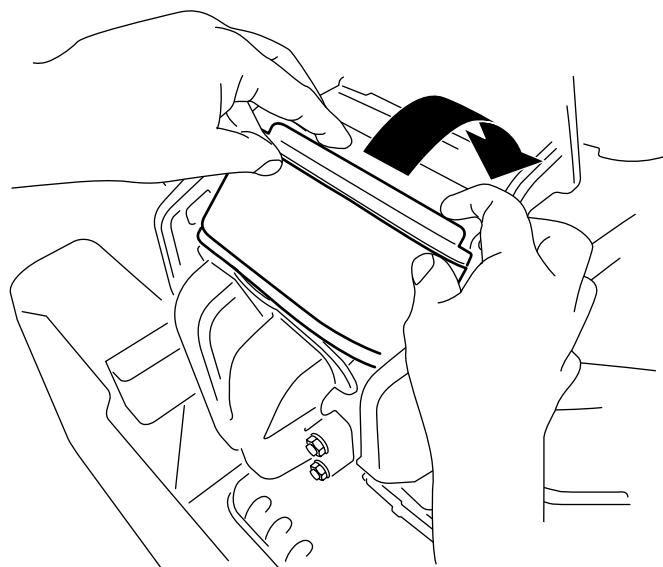

Figure 34
3. Tournez le filtre pour l'insérer dans la chambre et enfoncez-le complètement contre le collecteur (Figure 34).